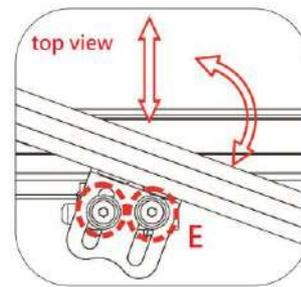

Figura 5-136
- Use una llave Allen número 4 para aflojar los tornillos E. La almohadilla del soporte lateral de cadera se puede rotar o mover afuera/adentro. (Figura 5-136). Vuelva a apretar los tornillos.